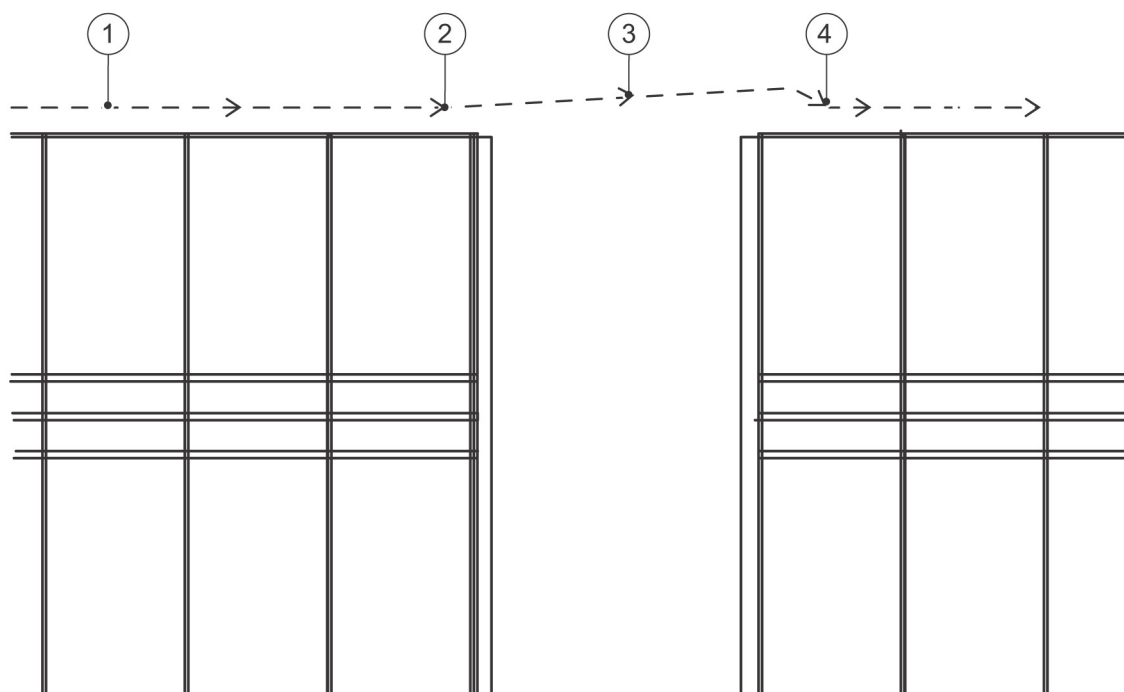

Figure 16. Pour traverser un passage
Si la machine dérape au cours d'une action (3) (voir figure 16 page 4-25), le véhicule n'atteindra pas le mur au cours de l'action suivante (4). Au lieu de suivre le mur, il entrera en collision avec la mangeoire sur le mur transversal. Dans ce cas, la distance d'exécution de l'action 3 (**Droit**) doit être augmentée.